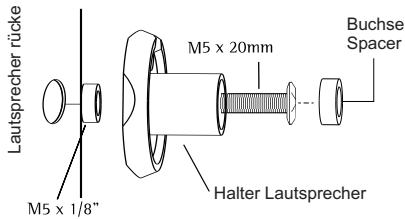

Abbildung 1
1. Die meisten Satellitenlautsprecher müssen mit M5X20mm Maschinenschraube und M5x1/8" Plastik Unterlegscheibe verwendet werden. Die Plastik Unterlegscheibe wird als eine Distanzscheibe zwischen dem Gewindeinsatz und dem Posten verwendet (Abbildung 1). Hinweis: Es ist kritisch, dass die M5 Plastik Unterlegscheibe richtig verwendet wird.